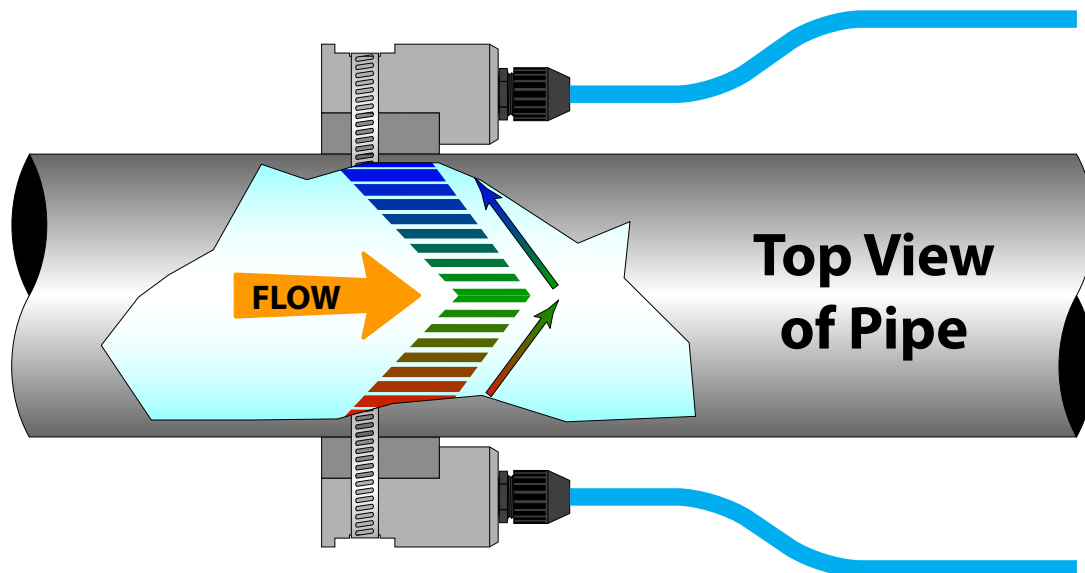

ABBILDUNG 1.2 – RICHTUNG DES SENSORS
- 4) Jeden Sensor unter den Montagebügel platzieren, 180° getrennt auf dem Rohr. Sicherstellen, dass die Sensorkabel in die gleiche Richtung wie der Durchfluss im Rohr ist, ausgerichtet werden. Siehe **Abbildung 1.2**.